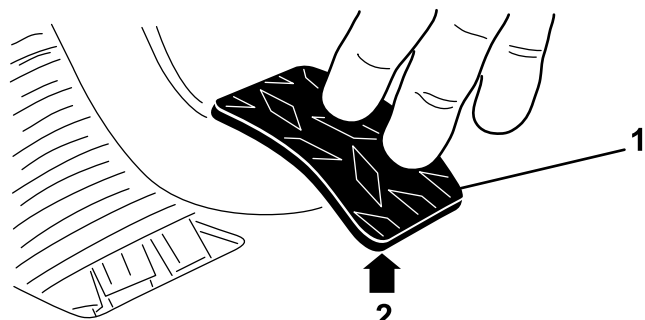

Figura 71
3. Regolate i controdadi e/o il giunto a sfera finché, quando applicate una forza di 1,8 kg sul pedale, il bordo posteriore del pedale della frizione non si trova a $9,5 \text{ cm} \pm 3 \text{ mm}$ dalla parte superiore della pedana a rombi (Figura 71).